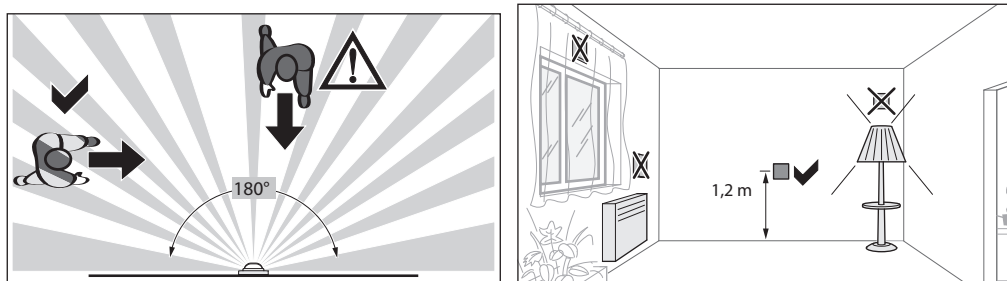
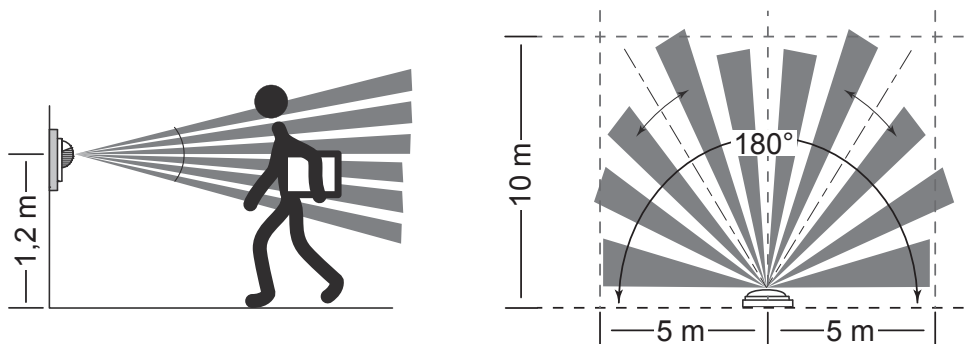

Bild 3: Montageort von Bewegungsmeldern
Bild 4: Erfassungsbereich
- Bewegungsrichtung beachten: Unterschieden wird zwischen „darauf zugehen“ und „quer gehen“. Bewegungen quer zum Bewegungsmelder können besser erfasst werden als Bewegungen auf den Bewegungsmelder zu (Bild 3).
- Störquellen im Erfassungsbereich (Bild 4) vermeiden. Störquellen, z. B. Heizkörper, Lüftungs-, Klimaanlage und abkühlende Leuchtmittel können zu ungewollten Schaltungen führen (Bild 3).